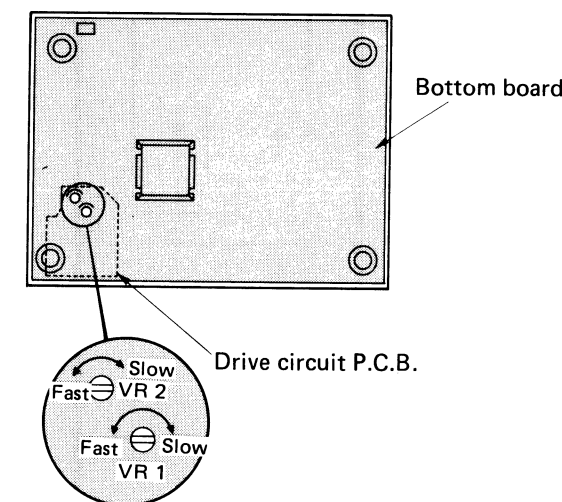

Fig. 15
4. Turn the VR2 with a screw driver from the lower part of the set to the rated rotation (33-1/3 r.p.m.) and check the rotation with a strobe while adjusting the speed. (See Fig. 15)
6. Turn the VR1 with a screw driver from the lower part of the set to the rated rotation (45 r.p.m.) and check the rotation with a strobe while adjusting the speed. (See Fig. 15)
boskopmusters während der Justierung feststellen läßt. (Siehe Abb. 15)
6. VR1 mit einem Schraubenzieher von der Unterseite des Gerätes her drehen, bis die Nenndrehzahl von 45 U/min erreicht ist, was sich durch Beobachten des Stroboskopmusters während der Justierung feststellen läßt. (Siehe Abb. 15)
inférieure de l'appareil sur la rotation nominale (33-1/3 t/p.m.) et vérifier la rotation avec un stroboscope tout en ajustant la vitesse. (Voir Fig. 15)
6. Tourner VR1 avec un tournevis à partir de la partie inférieure de l'appareil sur la rotation nominale (45 t/p.m.) et vérifier la rotation avec un stroboscope tout en ajustant la vitesse. (Voir Fig. 15)